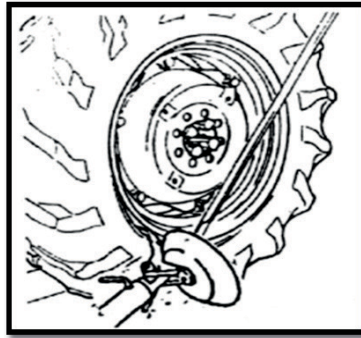
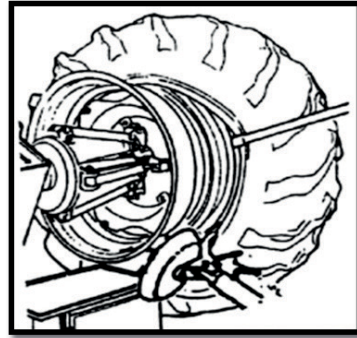

Рис. 10-8
Рис. 10-9
1. Установите инструментальную консоль (9) в исходное положение, переведите ее к внешней стороне колеса и зафиксируйте в рабочем положении.
5. Вставьте монтировку между краем диска и бортом справа от инструмента (рис. 10-8).
8. Переведите инструментальную консоль в нерабочее положение, опустите консоль, чтобы шина оказалась на платформе (17). Установите платформу (17) так, чтобы образовался небольшой зазор, необходимый для выемки шинной камеры.
13. Установите монтировку между диском и бортом шины справа от монтажного пальца (рис. 10-9).